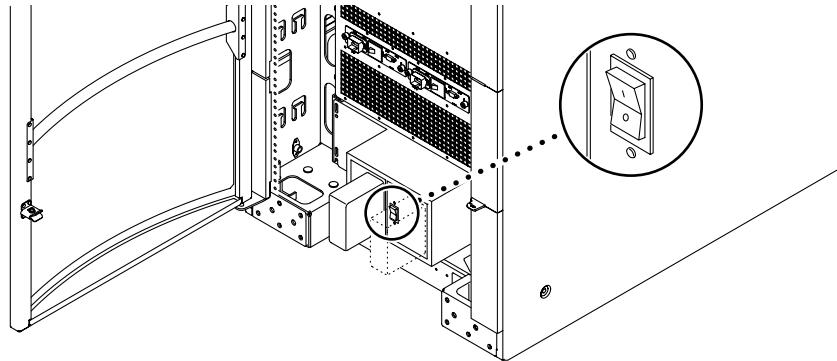

図 3-8 Sun Fire キャビネットの RTS 電源スイッチ
- 各冗長転送スイッチ (RTS) をオフにします (図 3-8)。